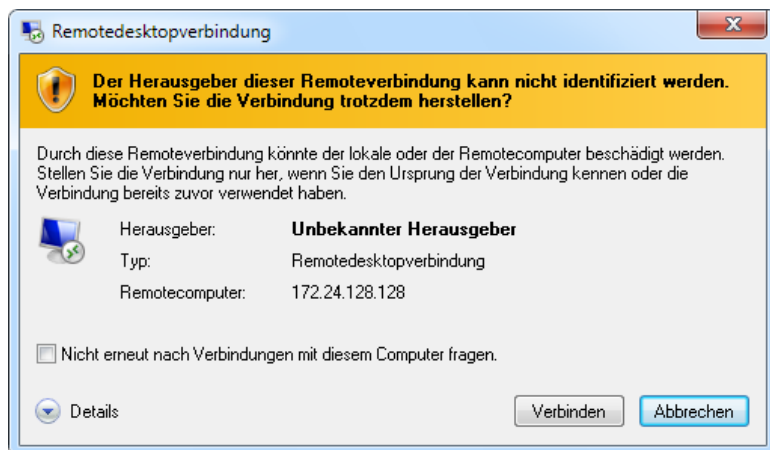

Abb. 7.2 Windows-Dialog: Herstellen der Verbindung
11. Falls Windows fragt, ob die Verbindung zu diesem Remotecomputer hergestellt werden soll, stellen Sie die Verbindung her (Abb. 7.2). Wir empfehlen, die Option **Nicht erneut nach Verbindungen mit diesem Computer fragen** zu aktivieren.
11. Falls Windows fragt, ob die Verbindung zu diesem Remotecomputer hergestellt werden soll, lassen Sie die Verbindung zu. Wir empfehlen, die Option **Nicht erneut nach Verbindungen mit diesem Computer fragen** zu aktivieren (siehe Abb. 7.2 auf Seite 36). Je nach Konfiguration Ihres Windows-Betriebssystems erfolgt evtl. noch eine weitere Nachfrage, ob die Verbindung hergestellt werden soll (Identität des Remotecomputers). Aktivieren Sie ggf. auch hier die Option,
- Falls Windows fragt, ob die Verbindung zu diesem Remotecomputer hergestellt werden soll, lassen Sie die Verbindung zu. Wir empfehlen, die Option **Nicht erneut nach Verbindungen mit diesem Computer fragen** zu aktivieren (siehe Abb. 7.2 auf Seite 36). Je nach Konfiguration Ihres Windows-Betriebssystems erfolgt evtl. noch eine weitere Nachfrage, ob die Verbindung hergestellt werden soll (Identität des Remotecomputers). Aktivieren Sie ggf. auch hier die Option,